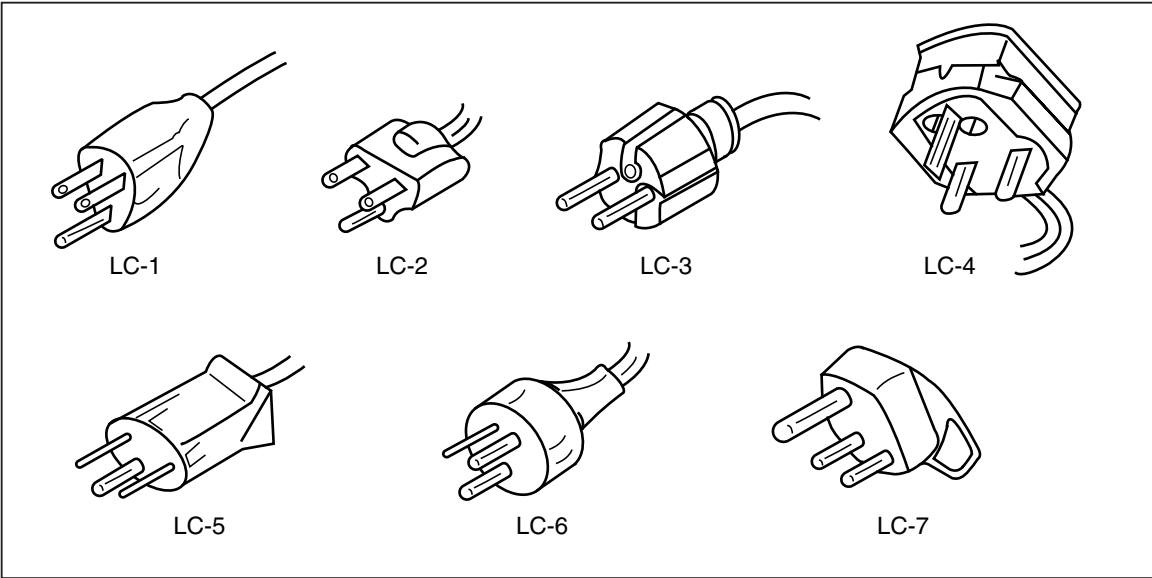

图 2-3。Fluke 提供电源电缆类型
3. 将电源线连接到具有合适接地的三芯插座。关于 Fluke 可提供的电源线类型的信息请参见图2-3。关于电源线说明的信息请参见表2-2。